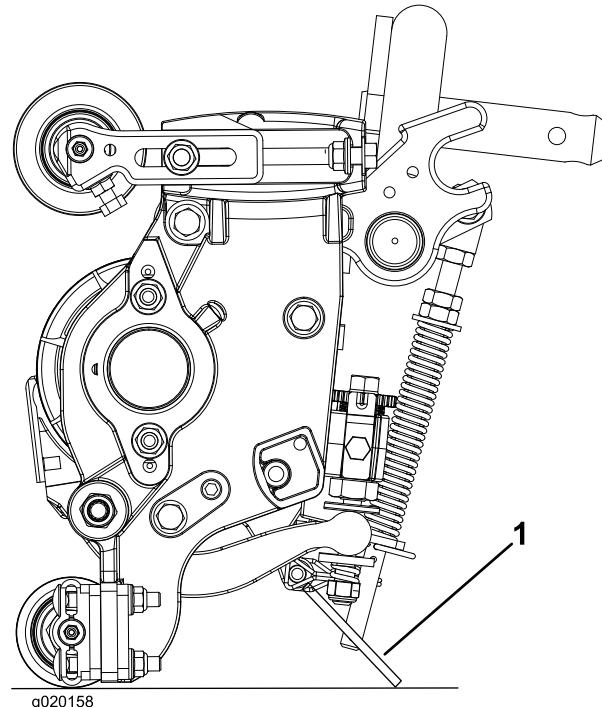

图9
**重要事项：**确保底刀架调节螺丝后端的螺母不接触工作表面（图9）。